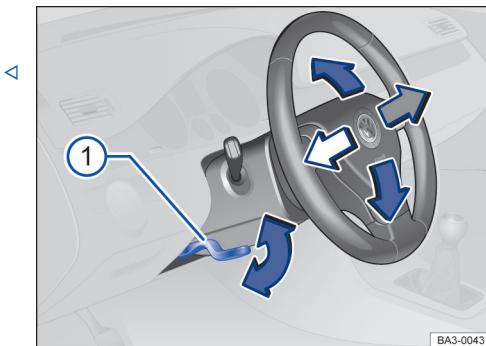

Fig. 74 Sob o volante no revestimento da coluna de direção: alavanca de ajuste manual da posição do volante.
- Virar a → **Fig. 74 ①** para baixo.
- Virar a alavanca → Fig. 74 ① sempre com firmeza para cima após o ajuste para que o volante não mude sua posição sem supervisão durante a condução.